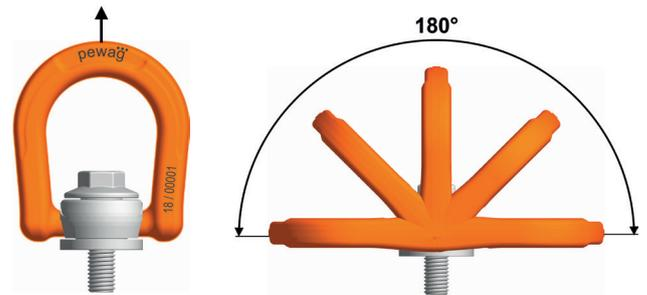

Bild 1: erlaubte Belastungsrichtungen die bei bestimmungsmäßigem Gebrauch auftreten können.
Belastung: Die Belastung darf nur in der vorgegebenen Richtung (Bild 1) mit der maximalen Tragfähigkeit lt. Tabelle 1 und unter Berücksichtigung der hier angegebenen Einsatzbedingungen erfolgen.
- Die Belastung darf nur in der vorgegebenen Richtung (Bild1 unter Punkt 2 dieser Anleitung) mit der maximalen Tragfähigkeit lt. Tabelle 1 und unter Berücksichtigung der unter Punkt 2 angegebenen Einsatzbedingungen erfolgen.
- Zugrichtung nicht im vorgegebenen Bereich lt. Bild 1 liegt.